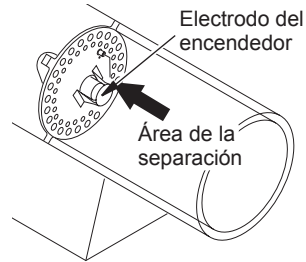

Figura 12. Distancia mínima entre el electrodo del encendedor y la placa de fijación
7. Ajuste la distancia entre el electrodo del encendedor y la placa de fijación a 4,3 mm (0,17 pulgadas) (consulte la figura 12).